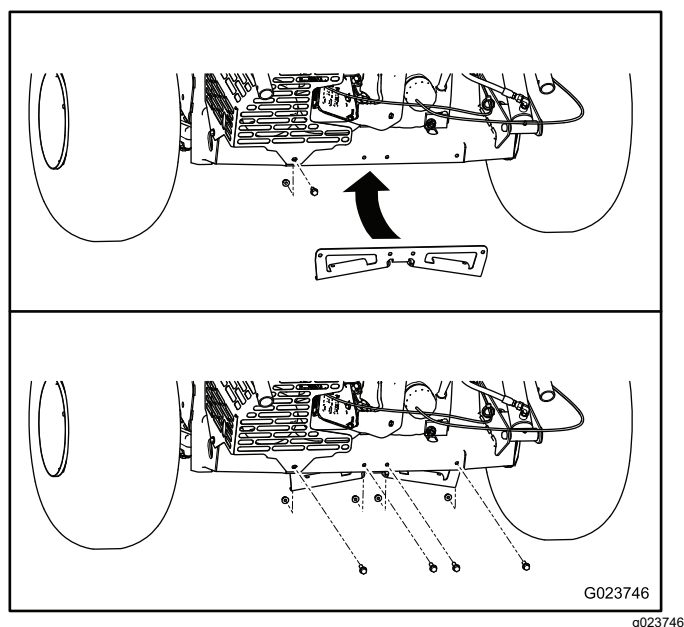

図 14
1. マフラーシールドを機体後部に固定しているナットとボルトを外す 図 14。
3. フレームブラケットをボルト5/16 x 1 インチ4本とフランジロックナット5/16 インチ4個で固定する 図 14を参照。